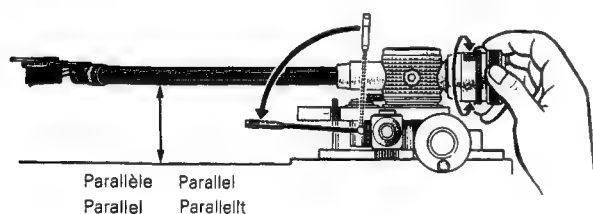

Fig. 17
1. Abaisser le levier du lève-bras et dégager le bras de son support. Tourner le contre-poids jusqu'à ce que le bras se trouve en équilibre parfait. (Fig. 17)
1. Tonarmlift nach vorn umlegen und den Tonarm von der Stütze abheben. Das Ausgleichsgewicht am hinteren Ende des Tonarms so lange im oder entgegengesetzt dem Uhrzeigersinn drehen, bis der Tonarm ausbalanciert ist und nur noch leicht auf- und abpendelt. (Fig. 17)
1. Zet de hendel van de toonarmlift naar beneden en neem de toonarm van de armsteun. Draai het contragewicht zodanig tot de toonarm in evenwicht is. (Fig. 17)
1. Sätt spaken för tonarmslyft och för ut tonarmen från stödet. Vrid motvikten så att tonarmen balanserar. (Fig. 17)